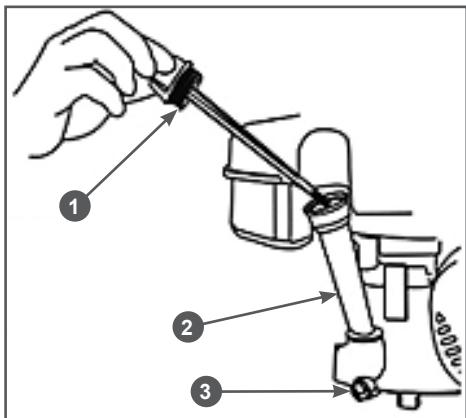

Рис. 12 Замена масла в двигателе
2. Очистите от загрязнений зону вокруг маслозаливной горловины. Открутите крышку-щуп 1, извлеките её из маслозаливной горловины 2 и протрите щуп чистой ветошью (Рис. 12).
3. Открутите пробку 3 для слива масла (Рис. 12) и спейте отработанное масло в подготовленную для этого емкость.